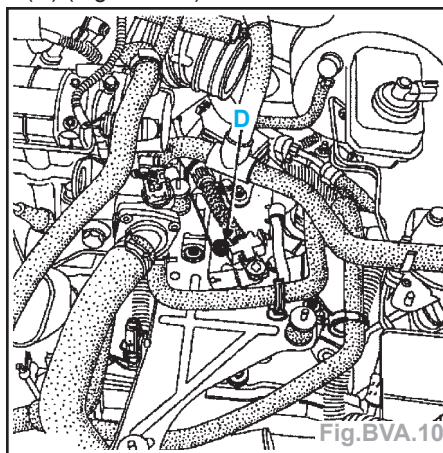

Fig.BVA.10
- Le remplissage s'effectue par l'orifice (D) (Fig.BVA.10).